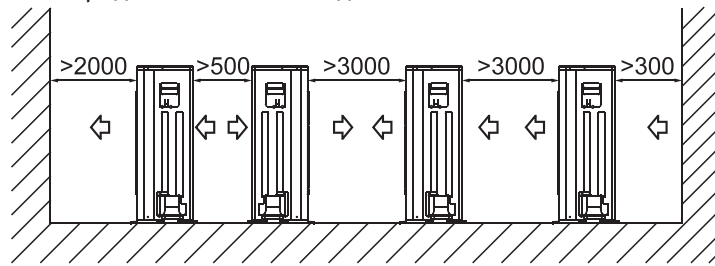

Рис. 4-5
- Крепко приверните болтами ножки блока к основанию, чтобы не допустить его падения в случае землетрясения или сильного ветра (рис. 4-5).